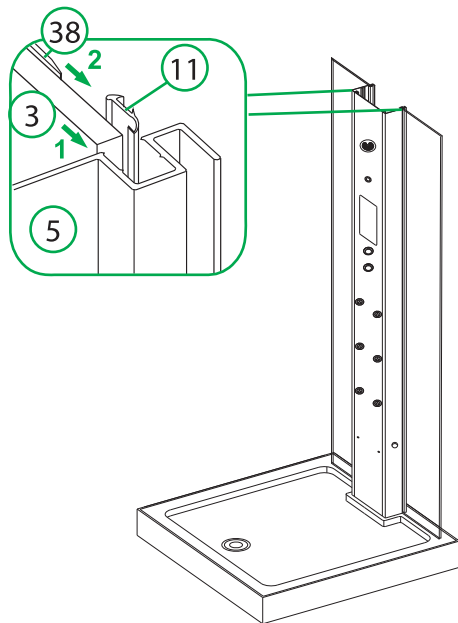

Рис. 4 / 4-сур.
1. Установите на поддон центральную панель. Зафиксируйте малые задние неподвижные стеклянные панели в пазах центральной панели с помощью ПВХ-уплотнителей (рис. 4).